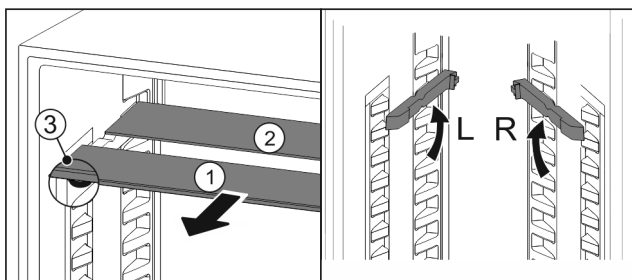

Fig. 52
- ▶ Skleněné desky jednotlivě vytáhněte dopředu Fig. 52 (1).
- ▷ Skleněná deska Fig. 52 (1) s ozdobnou lištou leží vpředu.
- ▷ Zarážky Fig. 52 (3) směřují dolů.